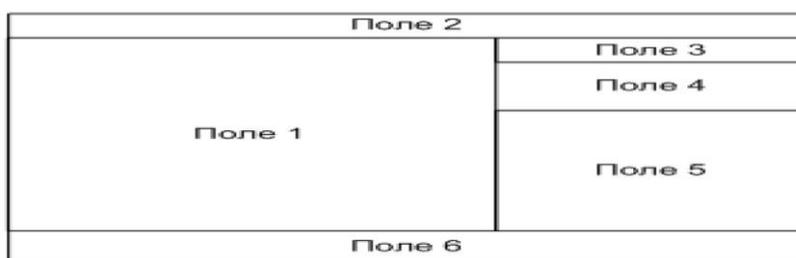
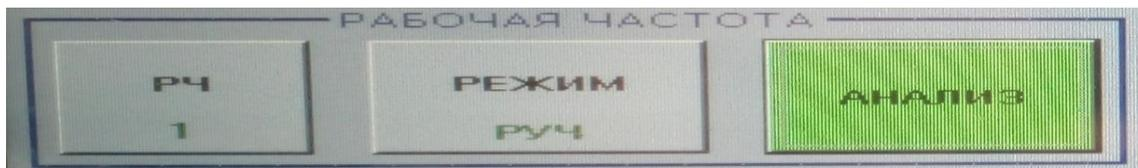

Рис. 5.27. Панель МПС 20
Рис. 5.33. Включение анализа мощностей активных помех в САП на панели МПС 12
1) по указанию ОД КП или обнаружении ПРР ввести СЗИ, перекрывающий траекторию полета ПРР, для чего на панели МПС 20 в поле 3 (рис. 5.28) нажать кнопку «СЗИ» (рис. 5.27), в появившемся окне нажать кнопку «УСТ» (рис. 5.29), затем на индикаторе в поле 1 (см. рис. 5.27) задать сектор запрета излучения (по необходимости установить несколько секторов);
1) по указанию ОД КП при невозможности подавления АШП системой защиты РЛС ввести СЗИ, перекрывающий место излучения АШП (при наличии пеленговой информации (контрольная точка автомата, отметка по пеленгу) либо аналоговой информации (яркие азимутальные шумовые сектора)), для чего на панели МПС 20 в поле 3 (см. рис. 5.27) нажать кнопку «СЗИ» (см. рис. 5.28). В появившемся окне нажать кнопку «УСТ» (см. рис. 5.29), затем на индикаторе в
поле 1 (см. рис. 5.27) задать сектор запрета излучения (при необходимости установить несколько секторов);
б) для подавления АШП необходимо отстроиться по частоте для уменьшения влияния АШП на отображение РЛИ на экране МПС 20 и увеличения шанса в обнаружении и качестве сопровождения ВО, для чего на панели МПС 20 в поле 3 (см. рис. 5.27) нажать кнопку «САП» (см. рис. 5.28). В появившемся окне нажать кнопку «УСТ» (см. рис. 5.29) и установить от 1 до 4 секторов активных помех (САП) на индикаторе в поле 1 (см. рис. 5.27) (номер азимутальным САП присваивается по мере их ввода и отображается в правом верхнем углу каждого сектора). На панели МПС 12 нажать кнопку «АНАЛИЗ», кнопка подсветится зеленым цветом (рис. 5.33).
Затем в поле 2 (см. рис. 5.27) на панели МПС 20 нажать кнопку «САП», под надписью появится панель установленных секторов (рис. 5.34).
- в поле 3 (см. рис. 5.27) панели МПС 20 нажать кнопку «ЗДП» (см. рис. 5.28);